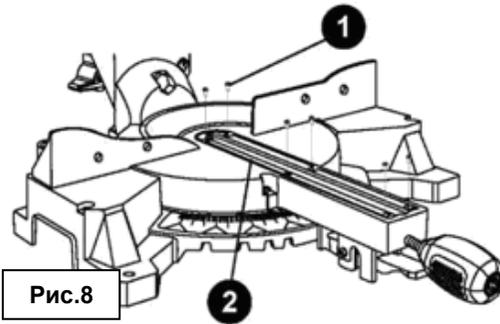

Рис.8
- Установите расклинивающий нож (29) в соответствующее гнездо на верхнем рабочем столе (16), позади пильного диска
- Затяните винты крепления ножа (28)
6. Снятие и установка вставки поворотного стола (рис.8).